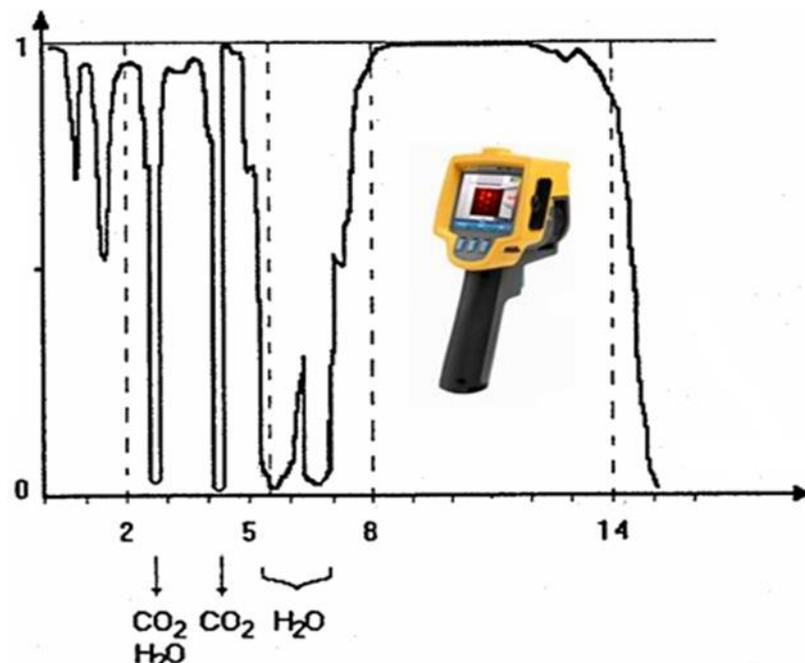

Figure 5. Facteur de transmission atmosphérique
- La plage spectrale : elle dépend du capteur. Pour les capteurs bolométriques la bande spectrale est dans la bande 8 à 14µm. Les caméras refroidies peuvent travailler dans cette bande ou dans la bande 3 à 5µm. Les deux bandes citées correspondent aux bandes de transparences de l'atmosphère (Figure 5).